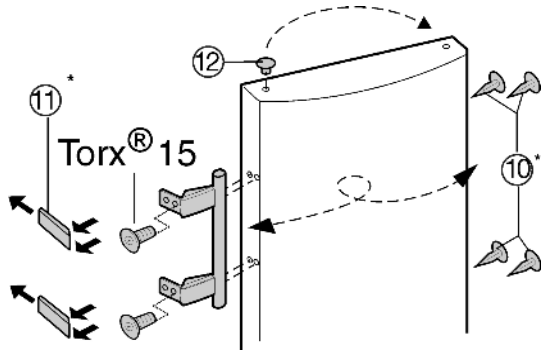

Fig. 6
- ▶ Zátky Fig. 6 (12) vyjměte z pouzdra ložisek dveří a přemístěte je.
- ▶ Madlo dveří, zátky Fig. 6 (10) a krycí destičky Fig. 6 (11) odmontujte a přemontujte na protější stranu.